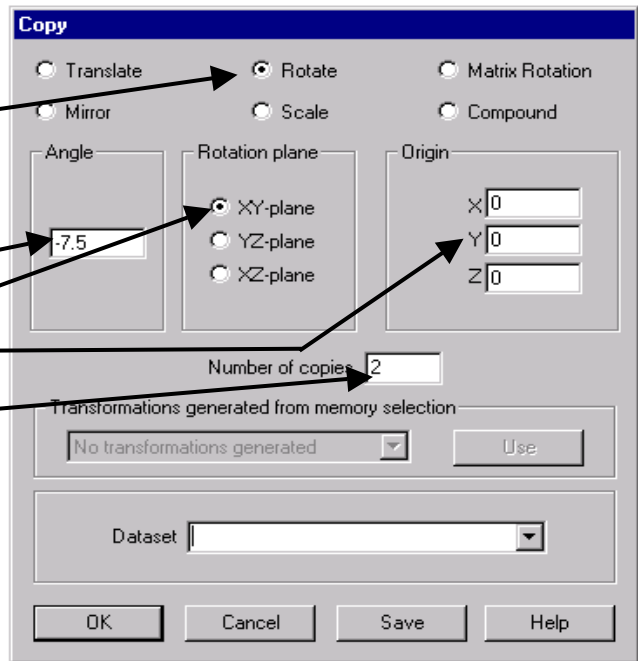

Fig. 17
- în caseta de dialog afișată se alege copierea în oglindă (**Rotate**) (fig. 17)